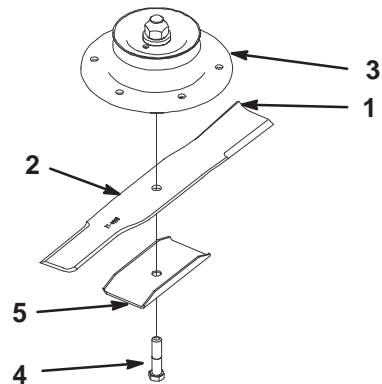
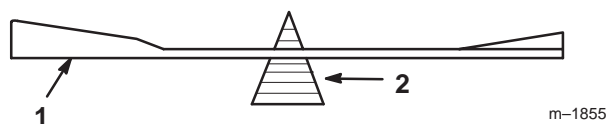

Figure 42
Figure 44
1. Tenez la lame à son extrémité avec un chiffon ou un gant épais, Enlevez de l'axe de la lame, le boulon, le renfort de lame et la lame (Fig. 42).
2. Vérifiez l'équilibre de la lame en la plaçant sur un équilibreur (Fig. 44). Si la lame reste horizontale, elle est équilibrée et peut être utilisée. Si la lame est déséquilibrée, limez un peu l'extrémité de la partie incurvée seulement (Fig. 42). Vérifiez de nouveau et répétez la procédure jusqu'à ce que la lame soit équilibrée.
1. Placez la lame sur l'axe (Fig. 42).
Important Pour une coupe correcte, la partie incurvée de la lame doit être tournée vers le haut et dirigée vers l'intérieur du carter de tondeuse (Fig. 42).
2. Installez la rondelle de blocage et le boulon de fixation (Fig. 42). Serrez les boulons à 115–140 Nm.